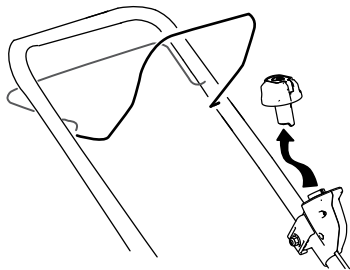

Figura 18
1. Retire el botón de arranque eléctrico (Figura 18).